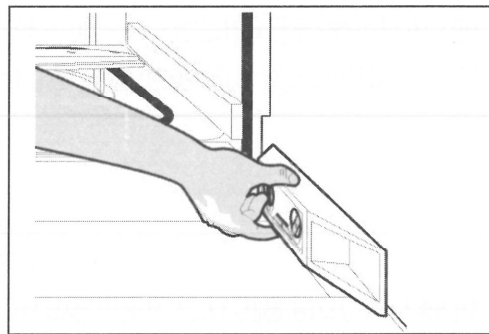

図 8b
2. 水平器を開いたドアの側面に当てて、本機の前後のレベルを点検します。(図8b参照)